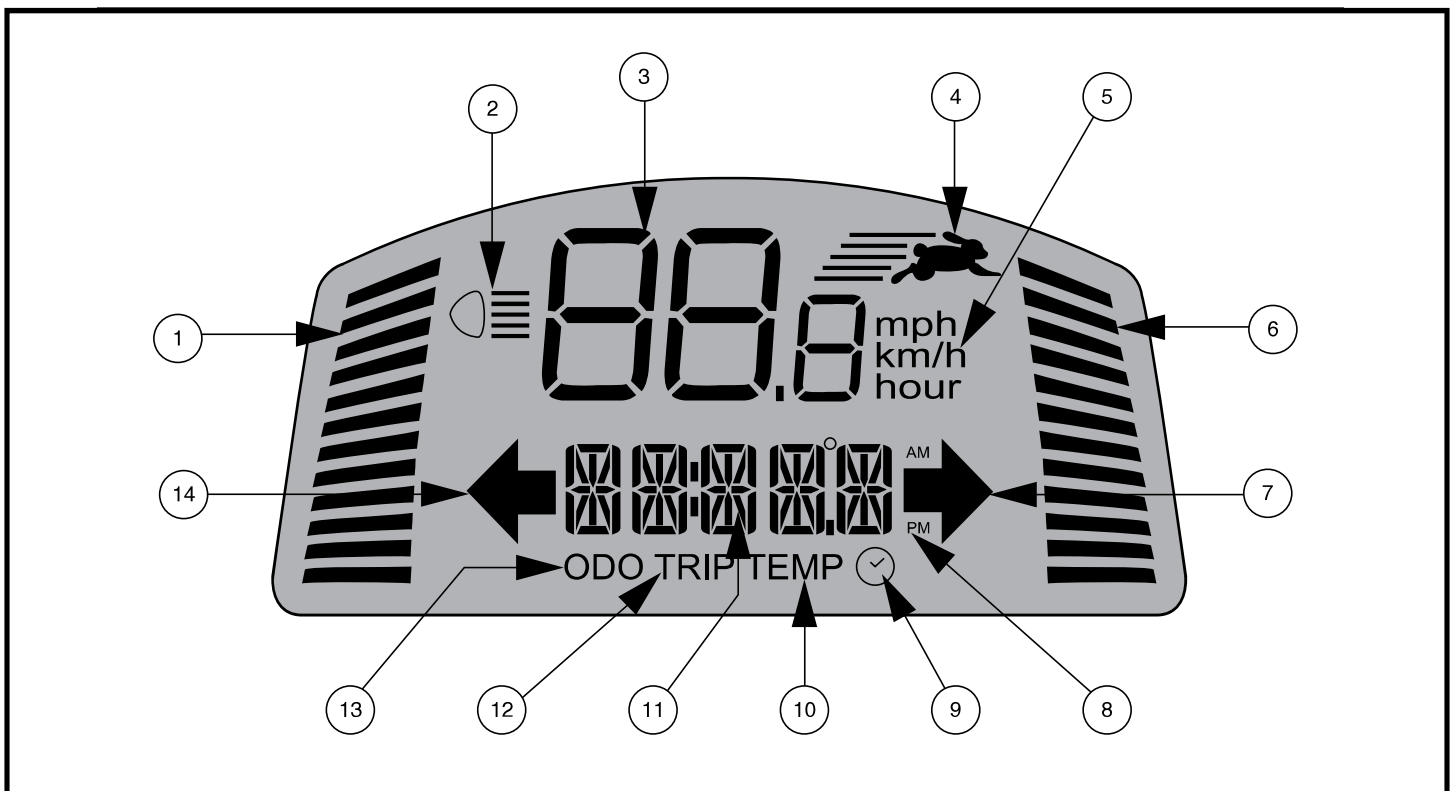

Abb. 4. LCD-Bildschirm
- Drücken Sie den High-Low-Knopf einmal, um die Geschwindigkeit auf „High“ („Hoch“) einzustellen. Die High-Low-Anzeige wird auf dem LCD-Bildschirm angezeigt. **Siehe Abb. 4.** Wenn Sie diese Einstellung zusammen mit den Einstellungstasten für die Geschwindigkeit verwenden, kann das Elektromobil Geschwindigkeiten bis zur voreingestellten Maximalgeschwindigkeit des Elektromobils erreichen.
Mit Hilfe dieser Einstellknöpfe können Sie die Geschwindigkeit Ihres Elektromobils vorauswählen und begrenzen. Angezeigt wird sie in der Anzeige für die Maximalgeschwindigkeit auf dem LCD-Bildschirm. **Siehe Abb. 4.**
*HINWEIS: Je mehr Balken in der Anzeige für die Maximalgeschwindigkeit angezeigt werden, desto höher ist Ihre voreingestellte Maximalgeschwindigkeit. Siehe Abb. 4.*
Das LCD-Bedienfeld bietet praktische und intuitiv verständliche Rückmeldungen auf dem LCD-Bildschirm. **Siehe Abb. 4.** Der LCD-Bildschirm wird auch während der Einrichtung (Aktivierung) der unterschiedlichen Bedienfeld-Einstellungen verwendet. **Siehe Tabelle 1.**